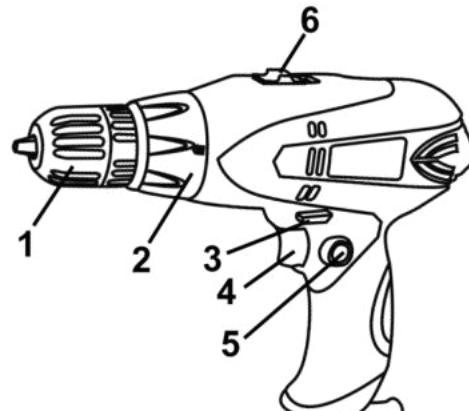

Рисунок 1
4.1 Встановіть необхідний крутний момент за допомогою кільца регулятора моменту затягування (2) (див. рисунок 1).
4.3 Для вімкнення виробу натисніть на курок вимикача (4) (рисунок 1). Для відключення виробу слід курок відпустити. Регулювання швидкості обертання патрона здійснюється ступенем натискання на клавішу вимикача.